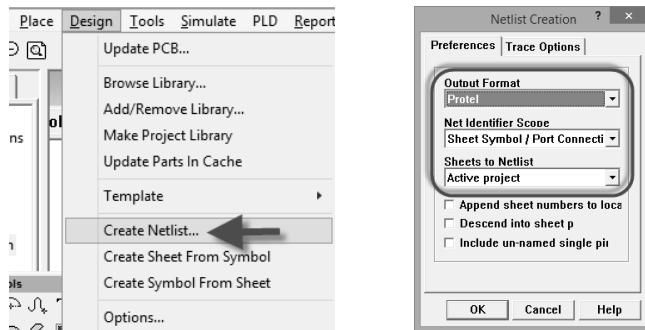

图 8-11 Protel 网表输出
(1) 用 Protel 打开原理图，在原理图界面执行菜单命令“Design—Create Netlist”，如图 8-11 所示，选择输出“Protel”的网表格式，并选择应用范围“Active project”，单击“OK”按钮，即可进行网表输出。